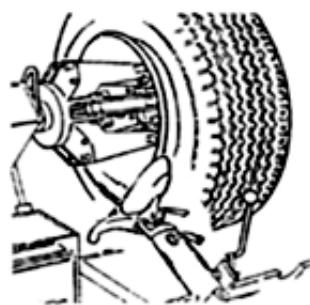

Fig 9
(6) Отведите диск (12) от борта шины, отпустите блокировку (10), переведите консоль в исходное положение, переведите диск (12) к внутреннему борту шины.
(7) Повторите операцию до тех пор, пока шина не будет полностью снята с обода (рис. 9).